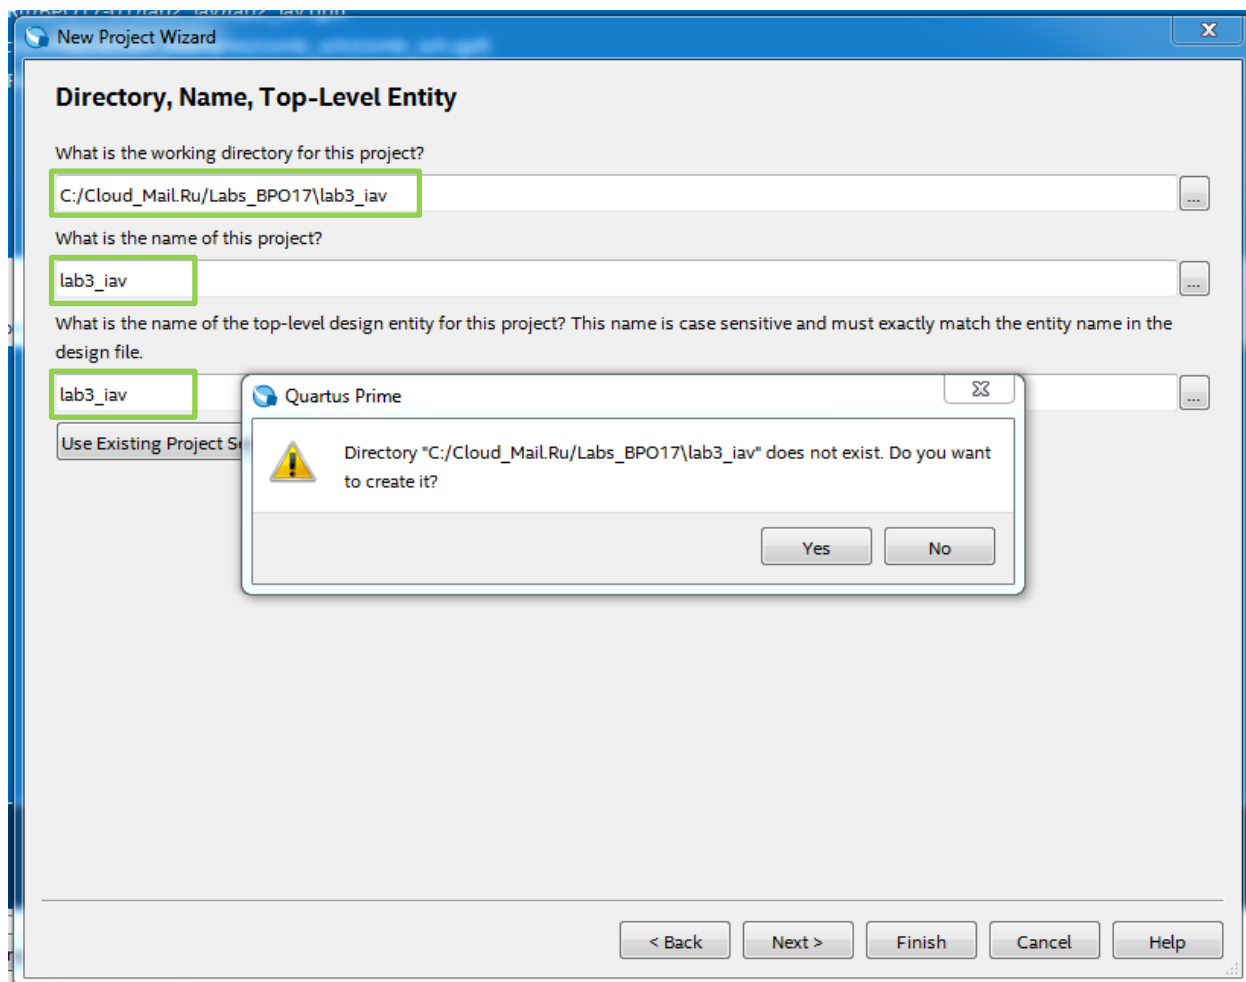

Рис.1 Окно выбора директории для установки проекта
1.3. В окошке “**Directory, Name, Top-Level Entity**” (рис. 1) задайте (или выберите существующую) директорию с проектами и название проекта **lab3\_<fio>** (<fio> – аббревиатура на латинице из первых букв ФИО).